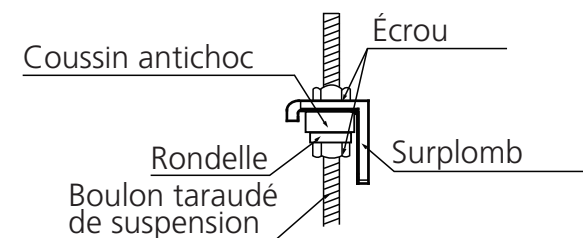

Fig. 18 – Fixation du module
- Fixez le module à l'aide d'écrous et de rondelles sur les deux côtés du support de montage. Assurez-vous que la tige filetée ne dépasse pas de plus de 5 cm (2 po) sous les supports de montage (voir la figure 18).